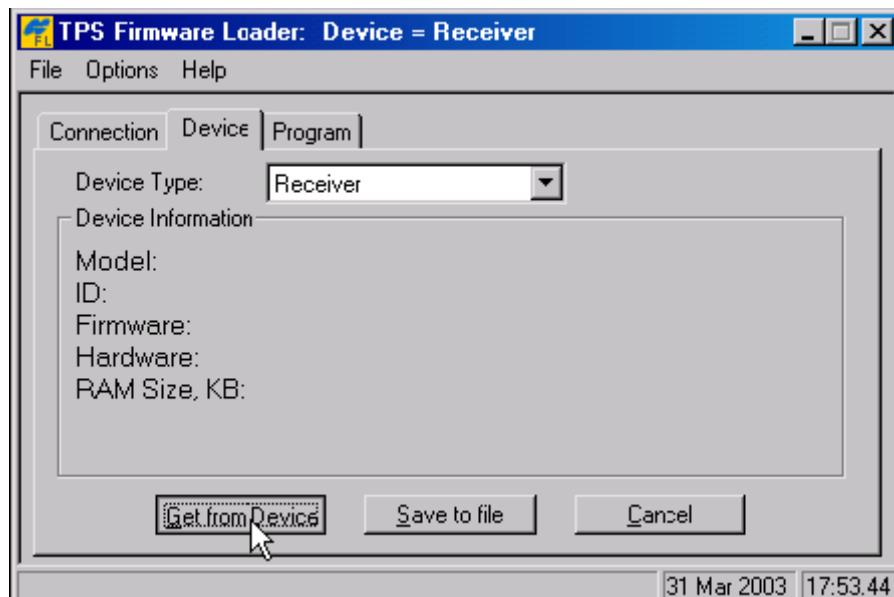

Рисунок 5-19. Установка типа устройства приемника
1. В программе FLoader выберите вкладку *Device* (Устройство), в ней для поля *Device Type* (Тип устройства) выберите значение *Receiver* (Приемник). После этого щелкните на кнопке *Get from Device* (Опросить устройство) для получения сведений об устройстве, см. рис. 5-19.